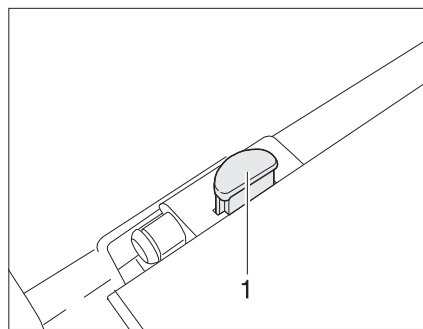

Figura 35 Bloqueo del tablero de la mesa
- En el bloqueo del tablero de la mesa pulsar el botón de desbloqueo (Figura 35,1).